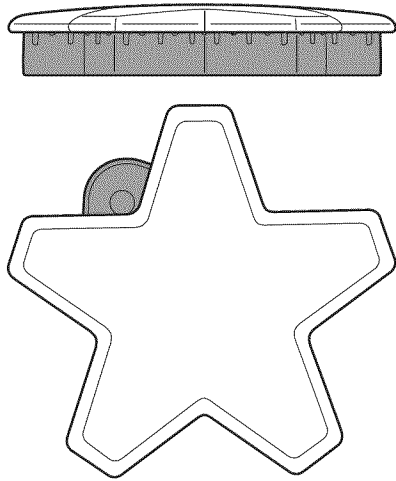
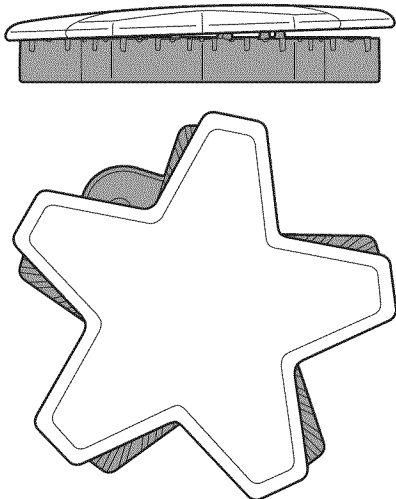

Figura 13: Tapa de quemador colocado correctamente
Figura 14: Tapa de quemador colocado incorrectamente
- Compruebe cada quemador para asegurarse de que no hay espacio entre la tapa y la base del quemador. Vea las *Figura 13* y *Figura 14* para ejemplos de tapa de quemador instalada correcta e incorrectamente.
- Puede intentar mover con cuidado las tapas de los quemadores lateralmente para asegurarse que están colocadas correctamente en su base. Cuando es el caso, las tapas están rectas en la base y cubren completamente la base del quemador en forma de estrella al miraras desde arriba, como se muestra en la *Figura 13*.
Cada quemador STAR® tiene su propio encendedor electrónico que echa chispas cuando se activa la perilla. Los quemadores deben encenderse en 4 segundos o menos. Si un quemador no se enciende, asegúrese de que la tapa esté colocada correctamente sobre la base (vea las Figura 13).